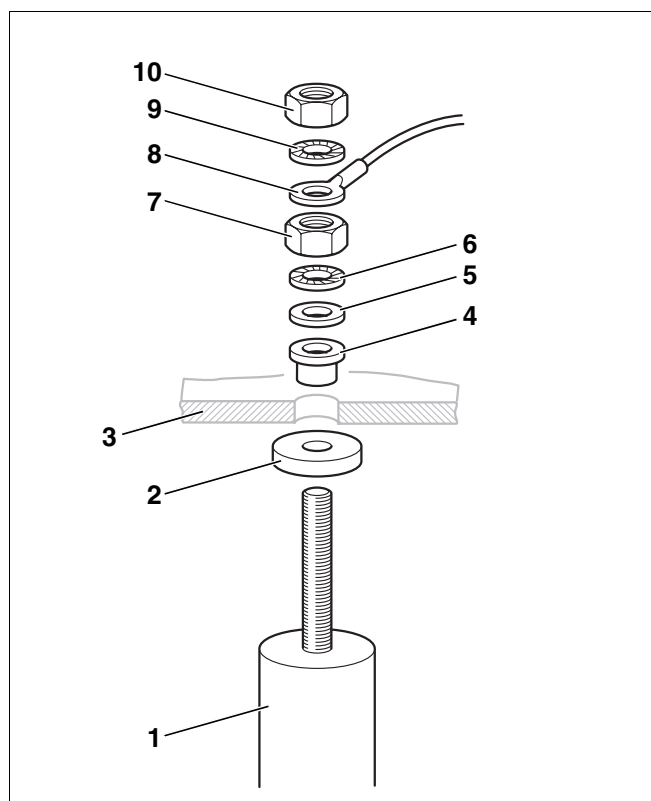

Abb. 15 Magnesiumanode austauschen
- Magnesiumanode (Abb. 15, **Pos. 1**) auf Anodenabbau prüfen. Tauschen Sie die Magnesiumanode aus, wenn der Durchmesser auf ca. 15 – 10 mm reduziert ist.
- Mutter M8 (Abb. 15, **Pos. 10**) abschrauben, um die Ringöse des Massenanschlusskabels (Abb. 15, **Pos. 8**) zu lösen.
- Mutter M8 (Abb. 15, **Pos. 7**) abschrauben.
- Handlochdeckel (Abb. 15, **Pos. 3**) von der Magnesiumanode (Abb. 15, **Pos. 1**) abnehmen.
teilen montieren, wie in Abbildung 15 dargestellt.